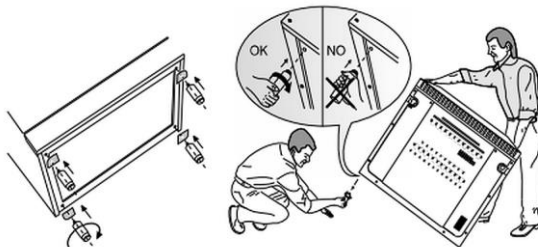

Fig. 2
- Monter les pieds fournis en les vissant dans les orifices prévus à cet effet, en-dessous de l'appareil (fig. 2)